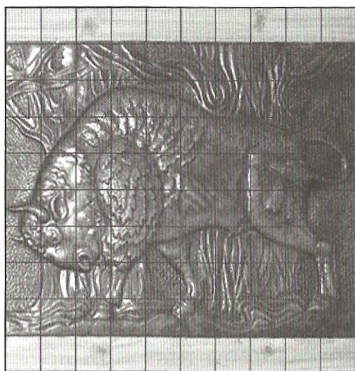

Рис. 92
2. Увеличение изображения до нужных размеров с помощью масштабной сетки (рис. 92).